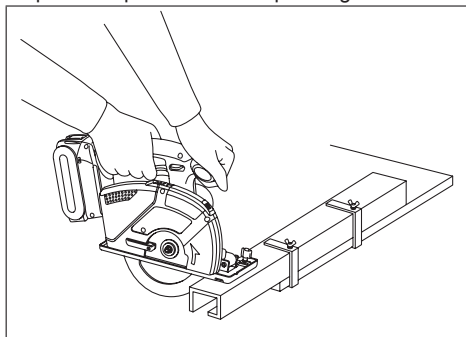
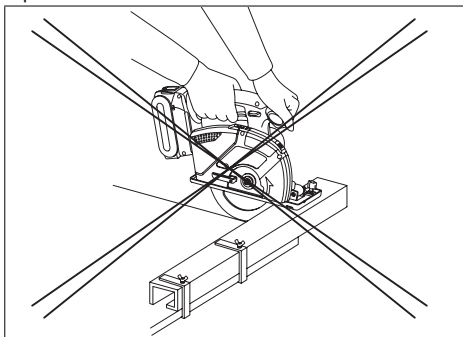

Fig. 17
Fig. 18
1. Placez la partie la plus large du sabot sur la partie de la pièce ouvragée qui est solidement soutenue (voir la fig. 17), et jamais sur la section qui s'affaîssera à la fin du sciage (voir la fig. 18). Pour éviter tout risque de contrôle de l'outil, saisissez fermement la scie. Une façon désinvolte de procéder peut se traduire par de graves accidents corporels.